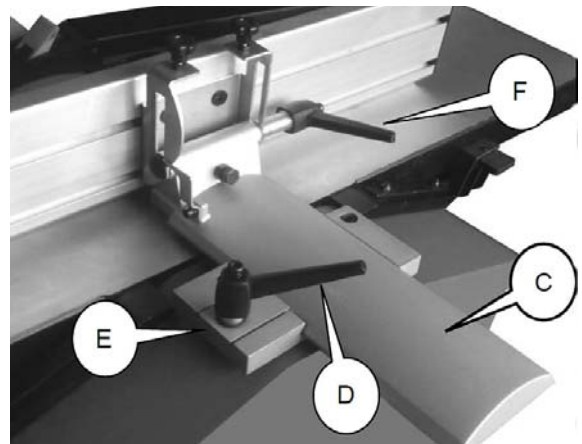

Abb. 13: Montage des Werkstückanschlags
Schritt 1: Die Anschlagshalterung (C, Abb.13) in die Führung einsetzen.
Schritt 2: Durch Drehen des Verriegelungsgriffes (D, Abb.13) die Anschlagshalterung mit der Klemme (E, Abb.13) befestigen.
Schritt 3: Den Anschlag mit Hilfe der Klemmschraube F (Abb.13) montieren.